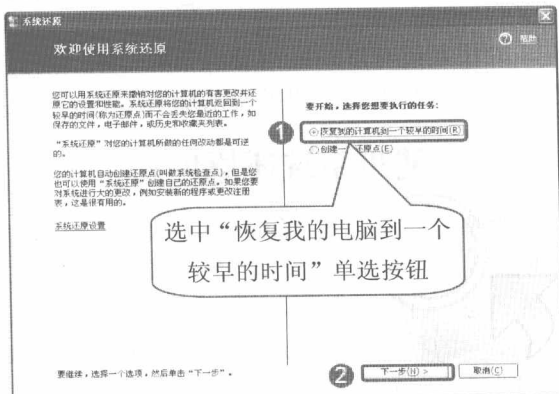

图 10-4 选中“恢复我的电脑到一个较早的时间”单选按钮
步骤① 单击“开始”|“所有程序”|“附件”|“系统工具”|“系统还原”命令，打开“系统还原”对话框，选中“恢复我的电脑到一个较早的时间”单选按钮，如图 10-4 所示。